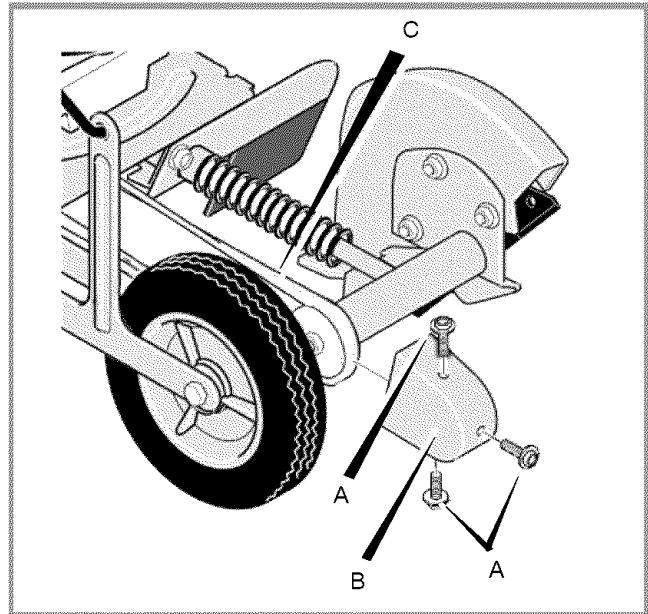

Figura 15: Protector de la correa
- 3 Retire los tornillos (A) del protector de la correa (B) (ver Figura 15).